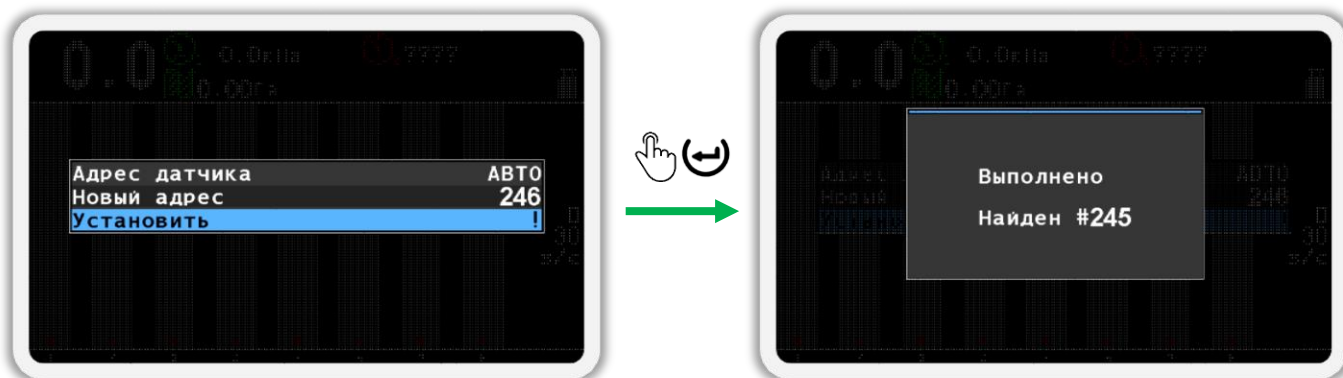

Рисунок 66
1. В экране меню «Конфигурация датчиков» (см. Рисунок 62 п.4), кнопками  «Вверх» и  «Вниз» выберите пункт  «Датчик давления» и нажмите кнопку  «Меню». В результате откроется меню «Датчик давления» (см. Рисунок 66 слева).
2. Кнопками  «Вверх» и  «Вниз» выберите пункт  «Адрес датчика» и убедитесь, что выбрано значение «АВТО» (см. Рисунок 66 слева). Для изменения этого параметра используются кнопки  «Плюс» и  «Минус».
3. Кнопками  «Вверх» и  «Вниз» выберите пункт  «Новый адрес» и кнопками  «Плюс» и  «Минус» задайте новый программный адрес (см. Рисунок 66 слева).
4. Кнопками  «Вверх» и  «Вниз» выберите пункт  «Установить» и нажмите кнопку  «Меню». В результате удачного переименования на экран будет выведено сообщение - «Выполнено» (см. Рисунок 66 справа).